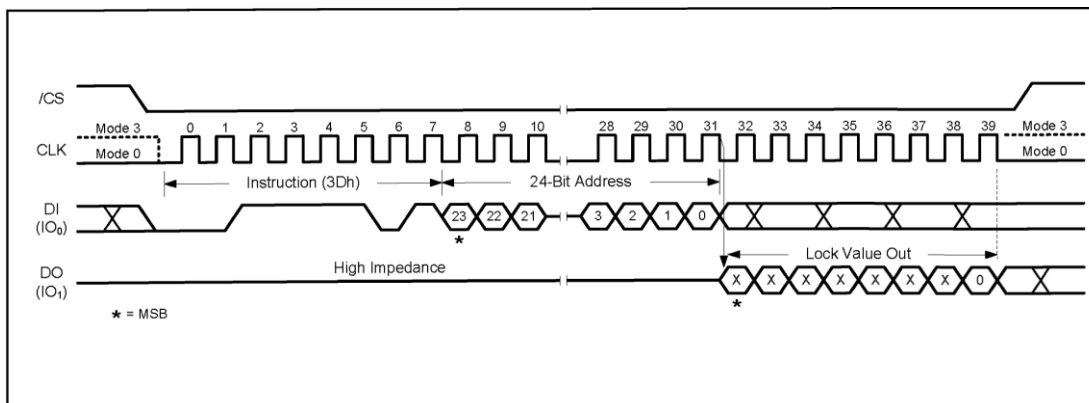

Рисунок 43 – Диаграмма инструкции Read Block/Sector Lock
Для чтения значения бита блокировки определенного блока или сектора, как показано на рис. 43, необходимо подать команду Read Block/Sector Lock, подав низкий уровень /CS, подав код инструкции "3Dh" на вход данных (DI) по нарастающему фронту CLK, а затем 24-битный адрес. Значение бита Block/Sector Lock будет передано на контакт DO по спадающему фронту CLK, причем первым будет старший бит (MSB). Если младший значащий бит (LSB) равен 1, соответствующий блок/сектор заблокирован; если LSB=0, соответствующий блок/сектор разблокирован, можно выполнять операции стирания/программирования.